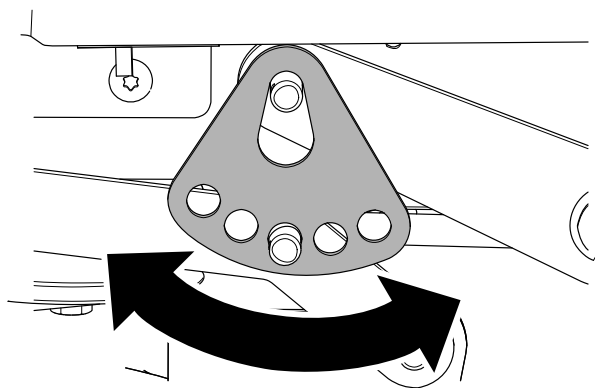

Figura 70
7. Rotiți placa pentru înălțimea de tăiere în alt orificiu, astfel încât să susțină greutatea punii de tăiere după ce montați placa (Figura 70).
8. Montai aiba i tiftul în formă de agrafă (Figura 70).